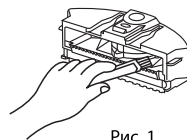

Рис. 1
1. Сначала вытряхните пыль и затем прочистите его сухой щеткой. (См. рис. 1)